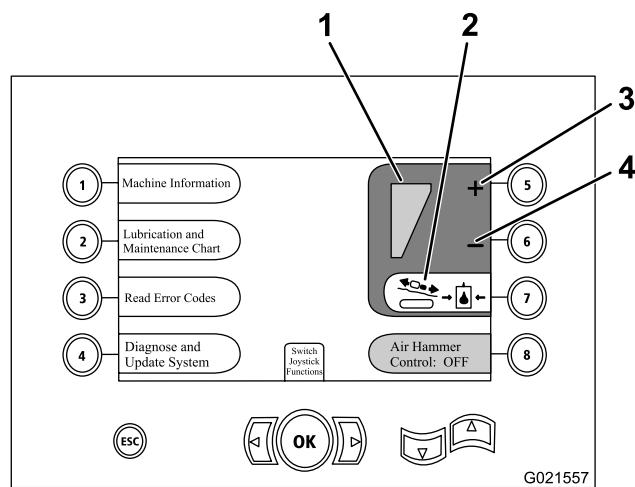

Рисунок 70
- Нажмите кнопку 7 на данной странице для настройки позиции давления каретки в положение «Вкл.» (зеленое), как показано на Рисунок 70.